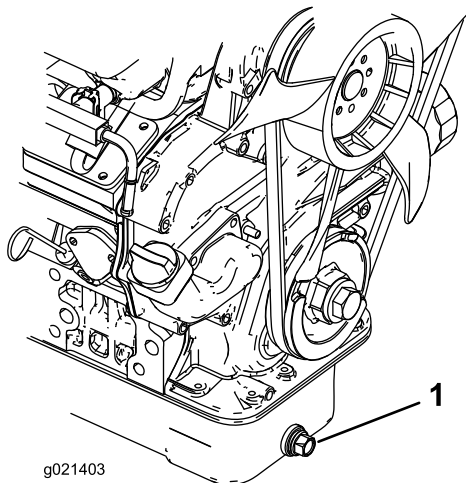

Figura 48
1. Retire el tapón de vaciado (Figura 48) y deje fluir el aceite a un recipiente apropiado. Cuando el aceite deje de fluir, coloque el tapón de vaciado.